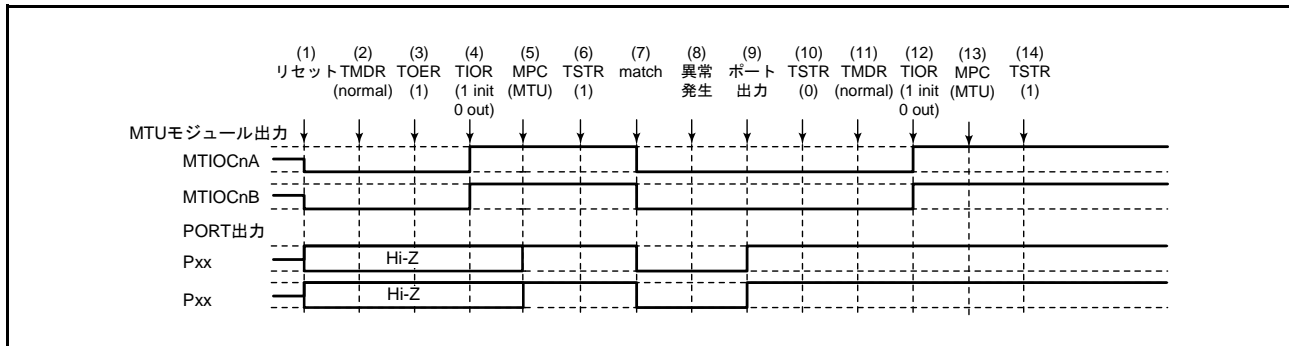

図 23.116 ノーマルモードで異常が発生し、ノーマルモードで復帰する場合
ノーマルモードで異常が発生し、再設定後ノーマルモードで再スタートする場合の説明図を図 23.116 に示します。
(1) ~ (10) は図 23.116 と共通です。
(11) PWM モード1を設定します。
(12) TIOR レジスタで端子を初期化してください。なお、PWM モード1では MTIOCnB (MTIOCnD) 端子に波形が出力されません。出力すべきレベルがある場合は、I/O ポートのポート方向レジスタ (PDR)、ポート出力データレジスタ (PODR) で汎用出力ポートの設定をしてください。
(13) MPC と I/O ポートのポートモードレジスタ (PMR) で MTU 出力としてください。
(14) TSTR レジスタで再スタートします。
(11) PWM モード2を設定します。
(12) TIOR レジスタで端子を初期化してください。なお、PWM モード2では周期レジスタの端子は初期化されません。初期化したい場合にはノーマルモードで初期化した後 PWM モード2に移行してください。
(11) 位相計数モードを設定します。
(12) TIOR レジスタで端子を初期化してください。
- (11) TIOR レジスタでノーマルモードの波形生成部を初期化してください。
- (12) TIOR レジスタでノーマルモードの波形生成部の動作を禁止してください。
- (13) TOER レジスタで MTU3、MTU4 の出力を禁止してください。
- (14) TOCR レジスタで相補 PWM モードの出力レベルと周期出力の許可 / 禁止を選択してください。
- (15) 相補 PWM モードを設定します。
- (16) TOER レジスタで MTU3、MTU4 の出力を許可してください。
- (17) MPC と I/O ポートのポートモードレジスタ (PMR) で MTU 出力としてください。
- (18) TSTR レジスタで再スタートします。